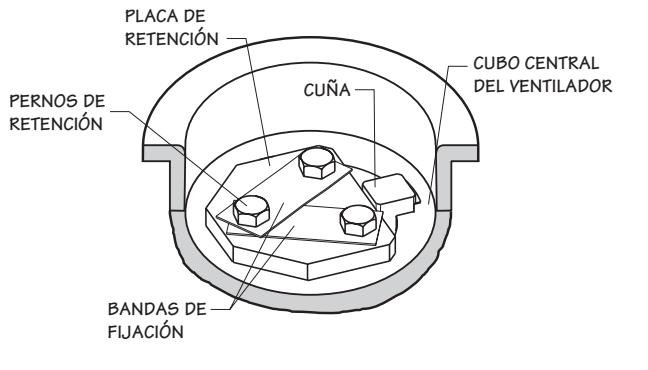

Figura 1 Conjunto de retención de la placa
4. La Figura 1 ilustra la correcta instalación de la placa de retención y los accesorios. La placa de retención está diseñada para que quede un espacio para la cuña del eje del ventilador y, si se instala correctamente, no se extenderá de más ni interferirá con la cuña. Ajuste los tornillos de retención a 70 ft•lbf (95 N•m) y luego levante las esquinas de las correas de sujeción para evitar que los tornillos se aflojen.